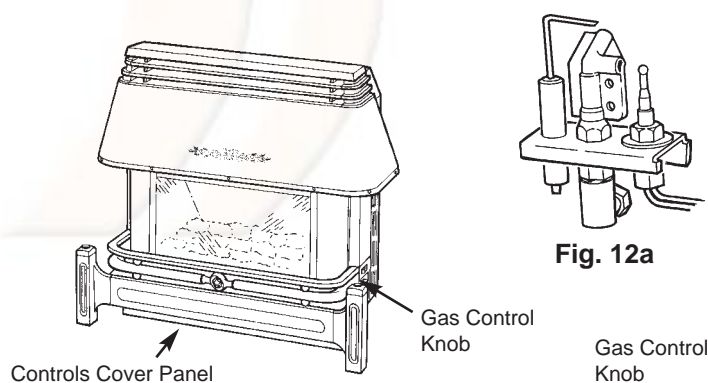

Fig. 12a
6. PILOT/A.S.D. ASSEMBLY (Fig. 12a)